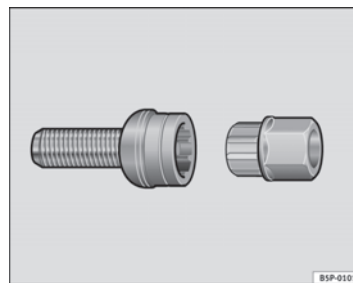

Fig. 199 Tornillo antirrobo de la rueda
- Coloque el adaptador hasta el tope en el tornillo antirrobo de la rueda ⇒ fig. 199.